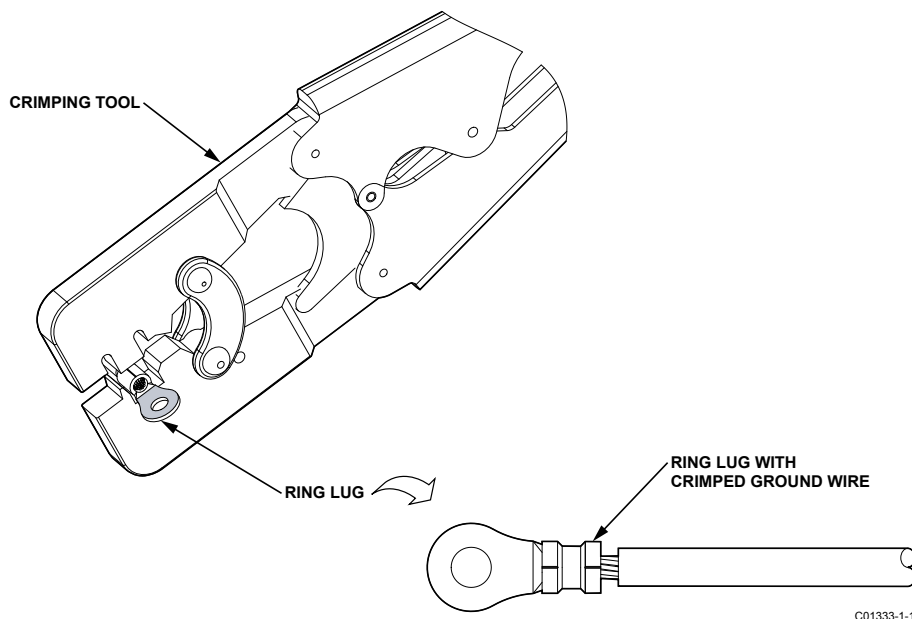

Figura 2-6 Engaste do borne em anel do fio-terra
5. Ao prender o fio no lugar, aperte as alças da ferramenta juntas até soltar a catraca e, em seguida, deixe a alça da ferramenta abrir completamente. Veja a Figura 2-6.
4. Passe um cabo blindado de cinco condutores do gabinete local até o gabinete remoto. Use a Tabela 2-1 para determinar qual bitola de fio deve ser usada (instale a fiação entre os gabinetes local e remoto de acordo com a Figura 2-6). Recomendamos incluir um fio 14 AWG entre os dois gabinetes, conectado aos parafusos de aterramento e então aos terminais de terra perto do gabinete do circuito de controle, com a conexão não ultrapassando 1 ohm.